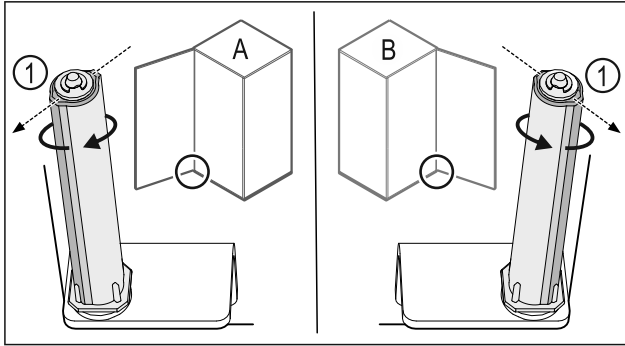

Fig. 54 Левое навешивание (A) / правое навешивание (B)
- ▶ Поворачивайте систему закрытия, преодолевая сопротивление до тех пор, пока ее ребро Fig. 54 (1) не будет направлено наружу.